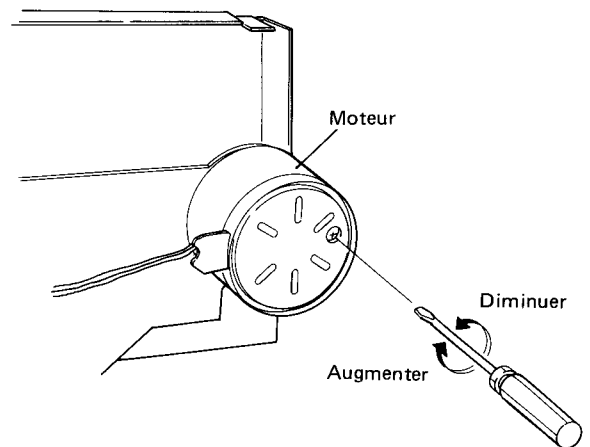

Fig. 10-2 Réglage de la vitesse de défilement de la bande
2. Lire le passage préenregistré de 3kHz de la bande d'étalonnage STD-301. Dès le début, la fréquence indiquée doit se trouver entre 3000 et 3010Hz, celle-ci pouvant être ajustée en tournant la résistance ajustable qui se trouve dans le trou de réglage du moteur d'entraînement du cabestan, comme représenté sur la figure 10.2.